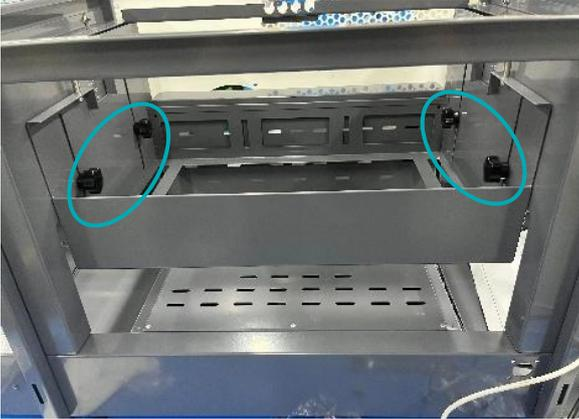

Abbildung 11.
- 2) Befestigen Sie die Emittter an den vorgesehenen Stellen mittels Schrauben an der Halterung . Die Kühlrippen des Emitters sollte zum Abluftventilator zeigen. (Abbildung 11.)